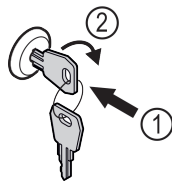

Fig. 152 Beispielhafte Darstellung
- Schlüssel hineindrücken Fig. 152 (1).
- Schlüssel um 90° im Uhrzeigersinn drehen Fig. 152 (2).